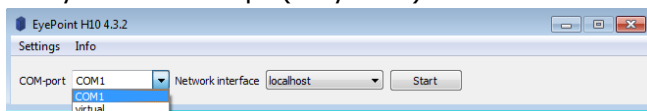

Рисунок 3. Выбор порта EyePoint H10
2. В появившемся окне из выпадающего списка «COM-port» выберите нужный COM-порт (Рисунок 3).